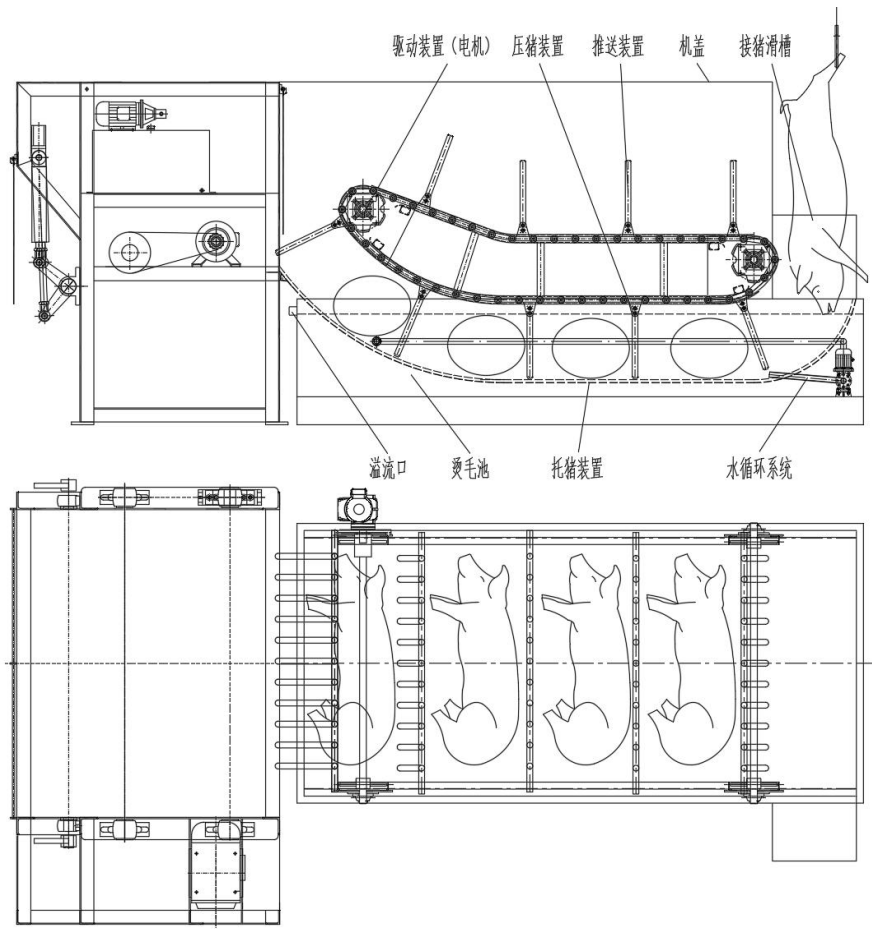

图3 链条型推进式烫毛设备示意图
6.3.3 从安装空间、自动化程度等方面考虑，推荐选用链条型推进式烫毛设备（见图3）。